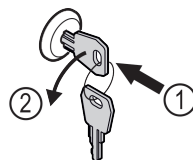

Fig. 206
- ▶ Sätt in nyckeln. Fig. 206 (1)
- ▶ Vrid nyckeln 90° moturs. Fig. 206 (2)